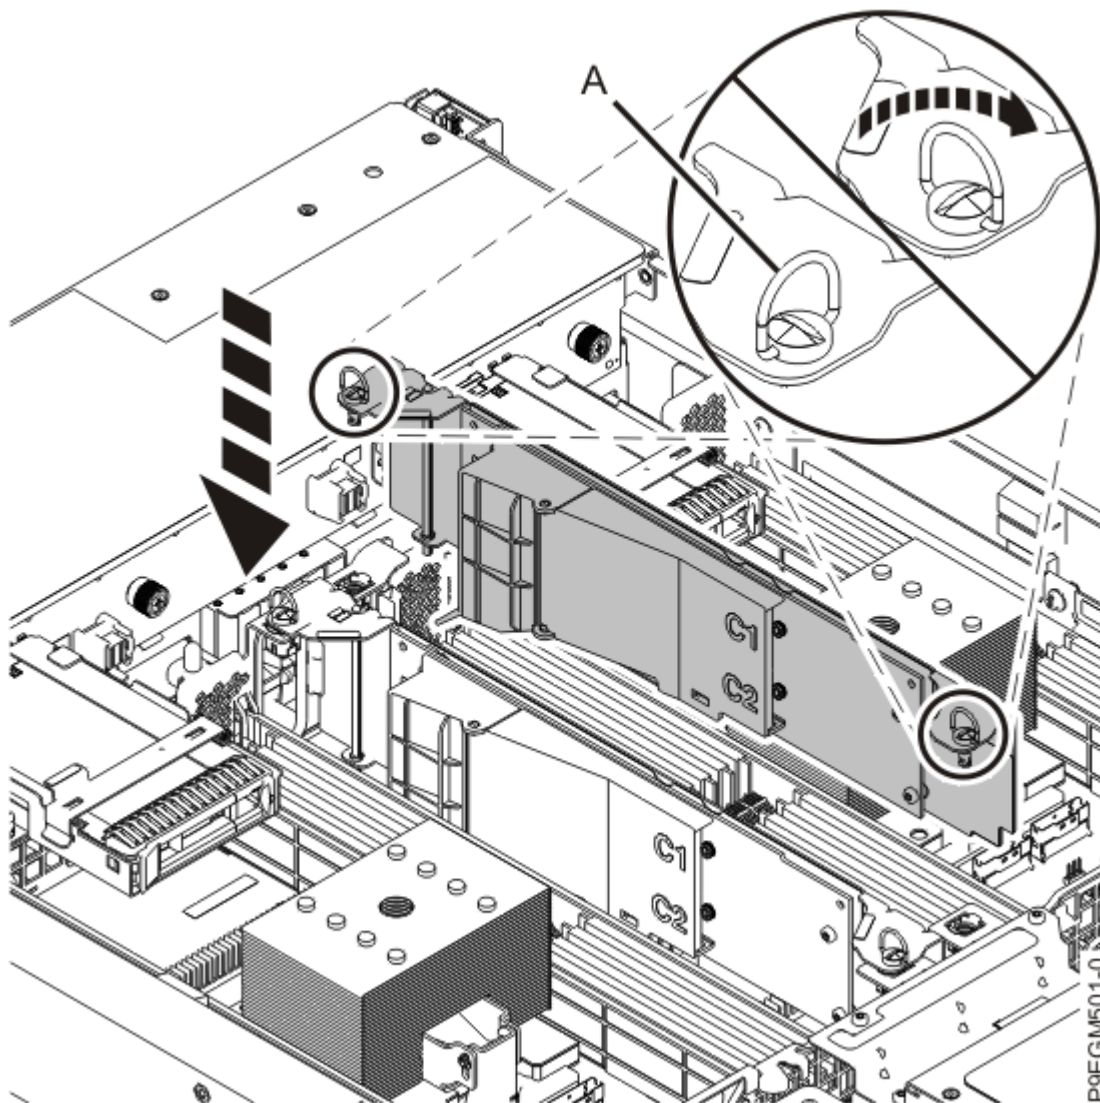

Figura 8. Encaixar a placa portadora NVMe. M.2.
8. Empurre para dentro e gire os parafusos **(A)** no sentido dos ponteiros do relógio para encaixar completamente a placa portadora NVMe M.2. Consulte Figura 8 na página 11.